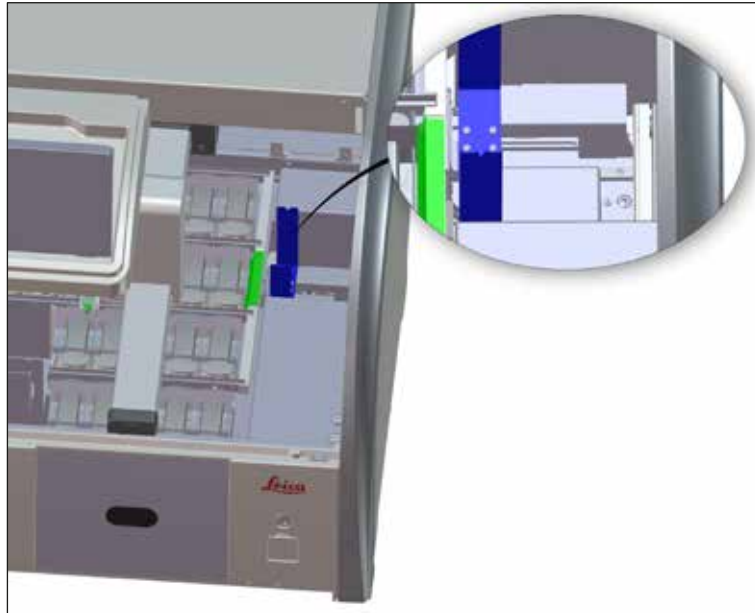

Fig. 98
- Contrôler régulièrement si la station de transfert (→ "Fig. 98") contient des résidus de réactifs et, si nécessaire, la nettoyer avec un nettoyeur doux au PH neutre disponible dans le commerce.